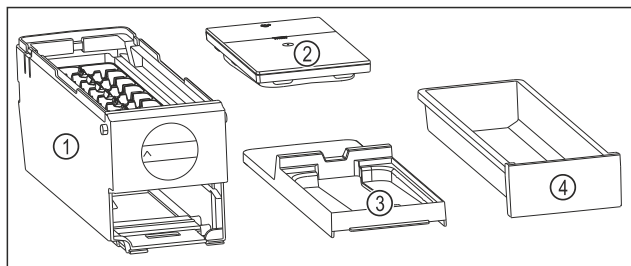

Fig. 145 Części dla EasyTwist-Ice
- ▶ EasyTwist-Ice jest rozłożony na cztery części. (patrz Fig. 145)
- ▶ Należy demontować EasyTwist-Ice wyłącznie na przedstawione części. (patrz Fig. 145)
- ▶ Czyścić korpus EasyTwist-Ice Fig. 145 (1) w całości.